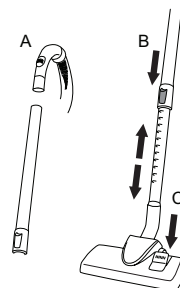

Figura 3A & B
2. Monte los tubos en el asidero de la manguera, véase la figura 3A.